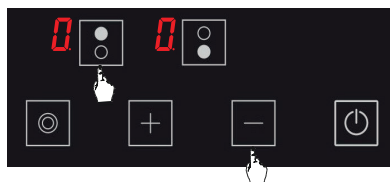

Figure 21
2. Appuyez sur la touche de sélection de plaque de cuisson supérieure (**Top**) et sur la touche moins (**-**) simultanément. (voir Fig. 21) Vous entendrez un court signal d'avertissement à ce moment-là. Puis, enlevez vos doigts du panneau de commande de la cuisinière.